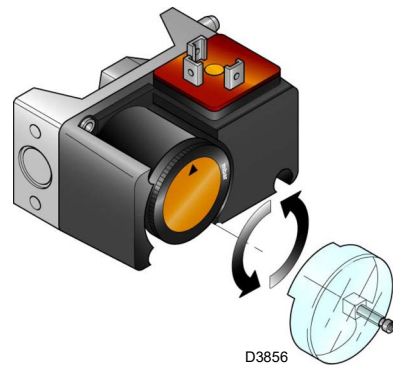

图 30
- ▶ 调节最小燃气压力开关（第 34 页图 30）到量程的起始位置。
在调节燃烧器、燃气阀和阀组稳定器后，再调节低燃气压力开关（图 30）。